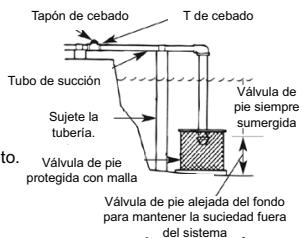

Figura 5C: instalación en el lago
1. Proteja el extremo del tubo de succión, la válvula de pie y el colador con una malla (Consulte la Figura 5C).